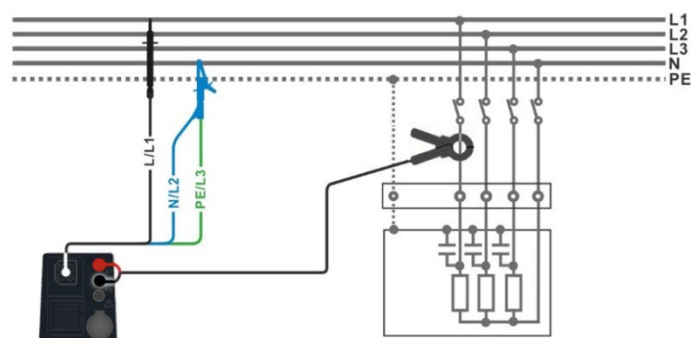

Abbildung 7.57: Oberwellenmessung
- › Schließen Sie den 3-Leiter-Prüfleitung und die Stromzange am Prüfobjekt an, siehe **Abbildung 7.57**.